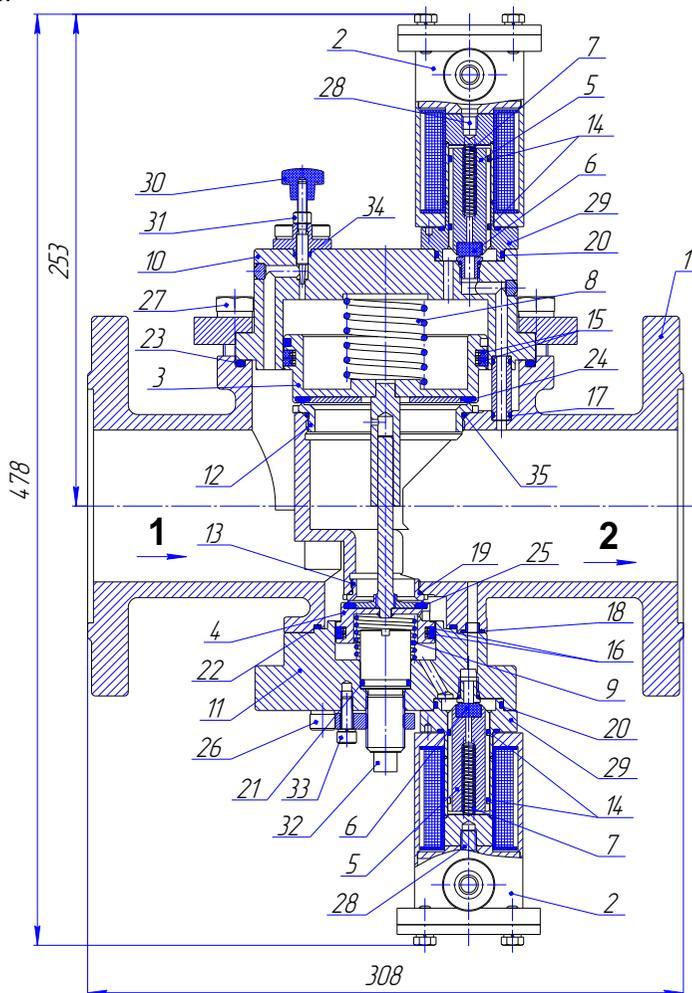

Рис. 1. Клапан. Общий вид
Клапан состоит из следующих основных узлов и деталей (см. рисунок 1): корпуса 1, электромагнитных приводов 2, которые управляют большим 3 и малым 4 затворами, сердечников 5 с уплотнениями 6, камер 10 и 11, возвратных пружин 7, 8 и 9, вставок 12 и 13.
9.6.2 Разборка клапана для проведения ремонта осуществляется в следующей последовательности(см. рис.1):